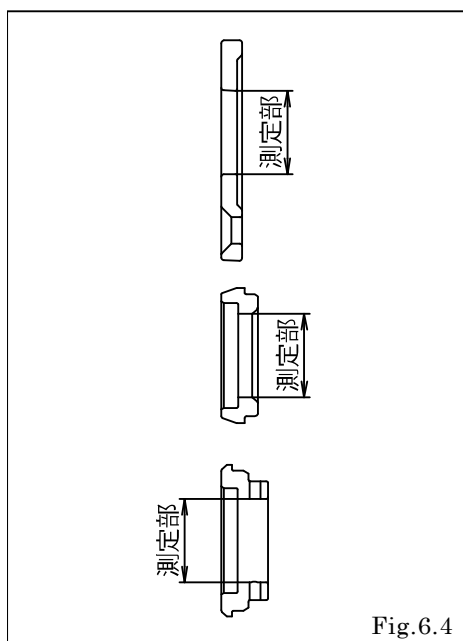

Fig.6.4
- ・ガイドブッシュ押さえ、ガイドブッシュ A、ガイドブッシュ B [Fig.6.4]